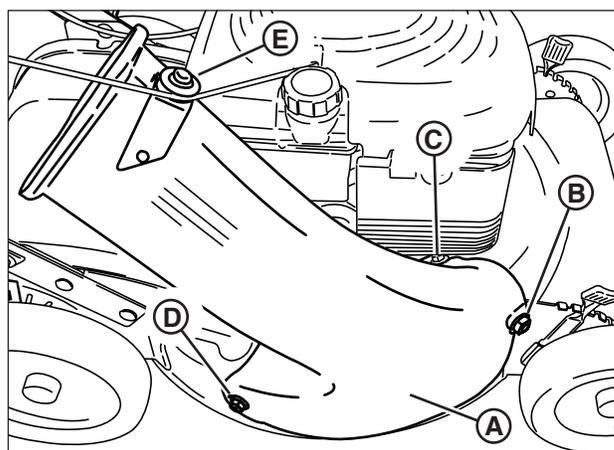

Figure 11: Pose de l'adaptateur de sac à herbe
2. Posez l'adaptateur (**A, Figure 11**) sur le plateau à la place du couvercle de déchetage en vous assurant que :